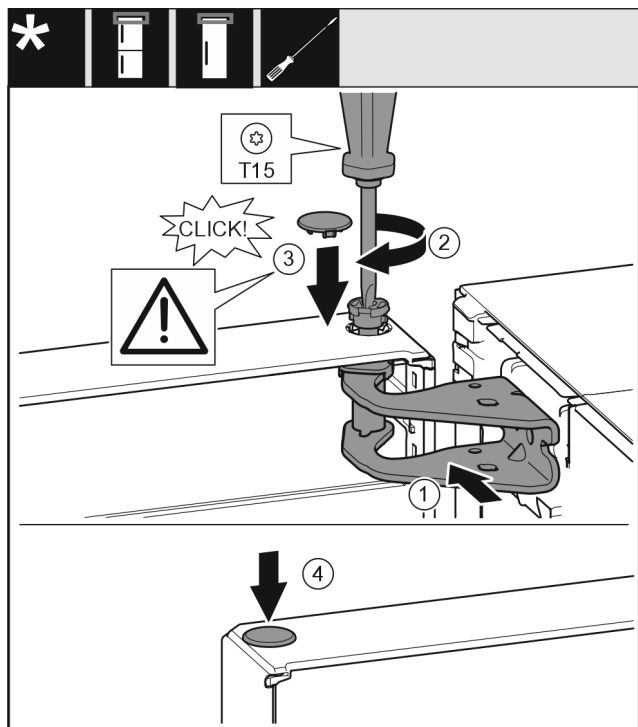

Fig. 21
- ▶ Igazítsa be az ajtót felül a csapágycak nyílásához. Fig. 21 (1)
- ▶ Helyezze be a csapszeget Fig. 21 (2), és húzza meg csavarhúzóval.
- ▶ Szerelje fel az ajtót biztosító biztonsági fedelet Fig. 21 (3): Helyezze fel a biztonsági fedelet, és ellenőrizze, hogy felfekszik-e az ajtóra. Egyébként a csapszeget teljesen helyezze be.
► Helyezze be a dugót Fig. 21 (4).